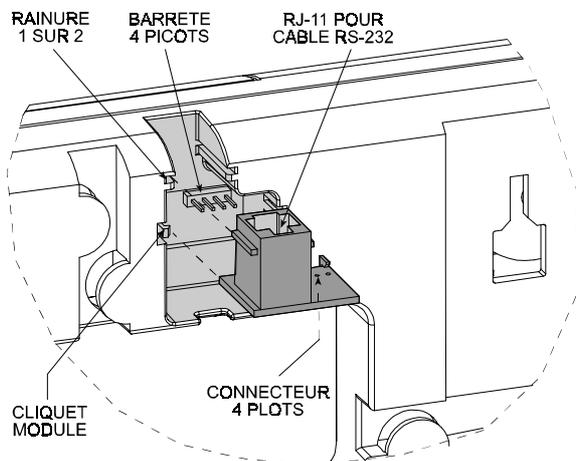

Figure 28. Insérer le Module RS-232
C. Aligner le module RS232 sur les rainures et le cliquet du module comme montré dans la Figure 28.